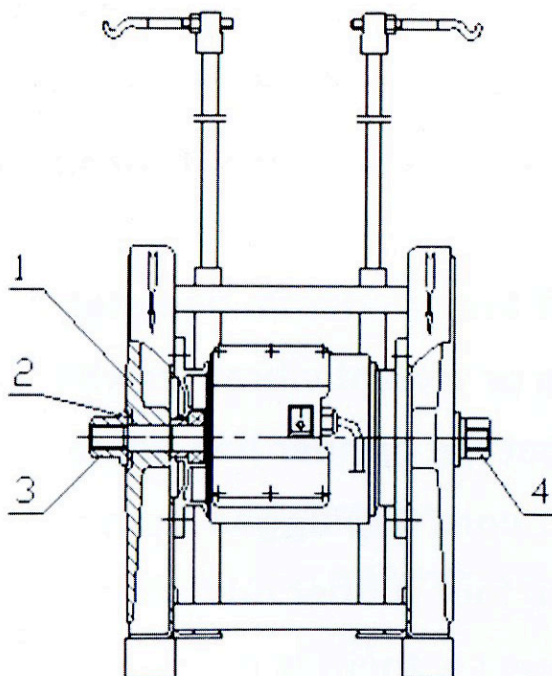

Рис. 1. Схема точильного аппарата ТА-2. 1. Точильный диск. 2. Шайба. 3. Левосторонняя гайка. 4. Правосторонняя гайка.
- Убедитесь, что гайки, которые держат точильные диски, плотно затянуты (рис. 1).
- Открутите дисковые гайки, используя специальный ключ. Для этого поверните гайку на левой стороне по часовой стрелке, а гайку на правой стороне против (рис. 1).